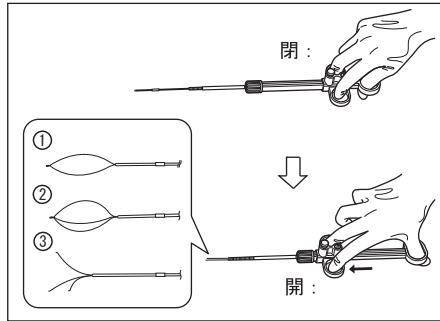

図 3.1
1. スライダを前後に動かし、スムーズかつ確実に工業用処置具異物回収部が所望の形状に開閉できることを確認します。(図 3.1 参照)
2. 工業用処置具の先端を軽く引っ張って、容易に抜けないか確認します。(図 3.1 参照)